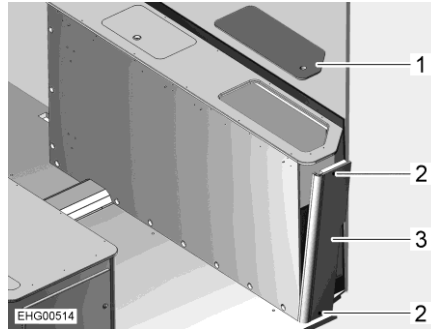

Bild 136 Sänglåda höger
- Ta av servicelucka (Bild 136,1).
- Skruva ur 2 skruvar (Bild 136,2).
- Ta tag i sänglådan uppifrån och tryck sidoplåten (Bild 136,3) lätt utåt.